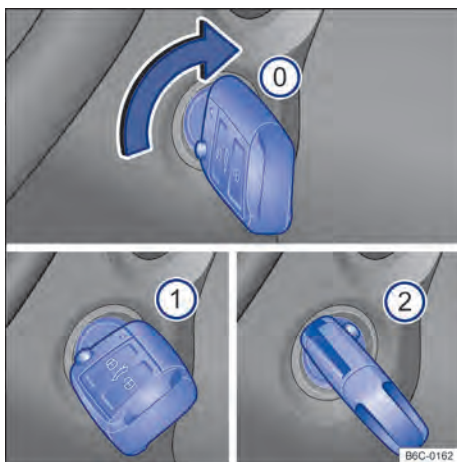

Fig. 88 Al lado del volante de la dirección, a la derecha: posiciones de la llave del vehículo en la cerradura de encendido.
Posiciones de la llave del vehículo → fig. 88
- ① Encendido desconectado. La llave del vehículo puede ser retirada.
- ① Encendido conectado.
- ② Pise el pedal del freno (*vehículos con transmisión automática*), o el pedal del embrague (*vehículos con transmisión manual*) y encienda el motor. Cuando el motor arranque, suelte la llave del encendido. Al soltar, la llave del vehículo vuelve a la ubicación → fig. 88 ①.
- **Vehículos con cerradura de encendido:** girar la llave del vehículo a la posición → fig. 88 ①. El encendido está conectado. En ese momento la luz de control del sistema de arranque en caliente  se encenderá en el instrumento combinado. Esperar a que la luz de control  se apague indicando el final del calentamiento del combustible (esta acción puede ser necesaria en condiciones de arranque con el motor frío).
- **Vehículos con cerradura de encendido:** girar la llave del vehículo en la cerradura de encendido a la posición → fig. 88 ② – no acelerar. Cuando el motor comience a funcionar, soltar la llave del vehículo en la cerradura de encendido.
- *Vehículos con cerradura de encendido*: girar la llave del vehículo en la cerradura de encendido a la posición → fig. 88 .